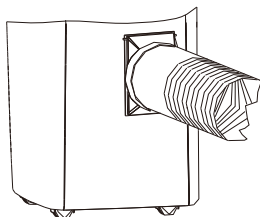

Fig. 10
11. L'assemblage du conduit d'évacuation d'air et de ses accessoires est terminé comme l'illustre le dessin de la Fig.10.